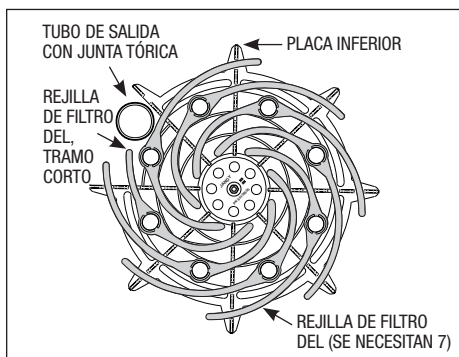

Figura 9. Disposición de las rejillas del filtro
- Para volver a armar el conjunto de rejillas del filtro, coloque las rejillas en la posición correspondiente en la placa inferior (consulte la Figura 9). Use el espaciador superior de plástico para mantener las rejillas en su lugar.